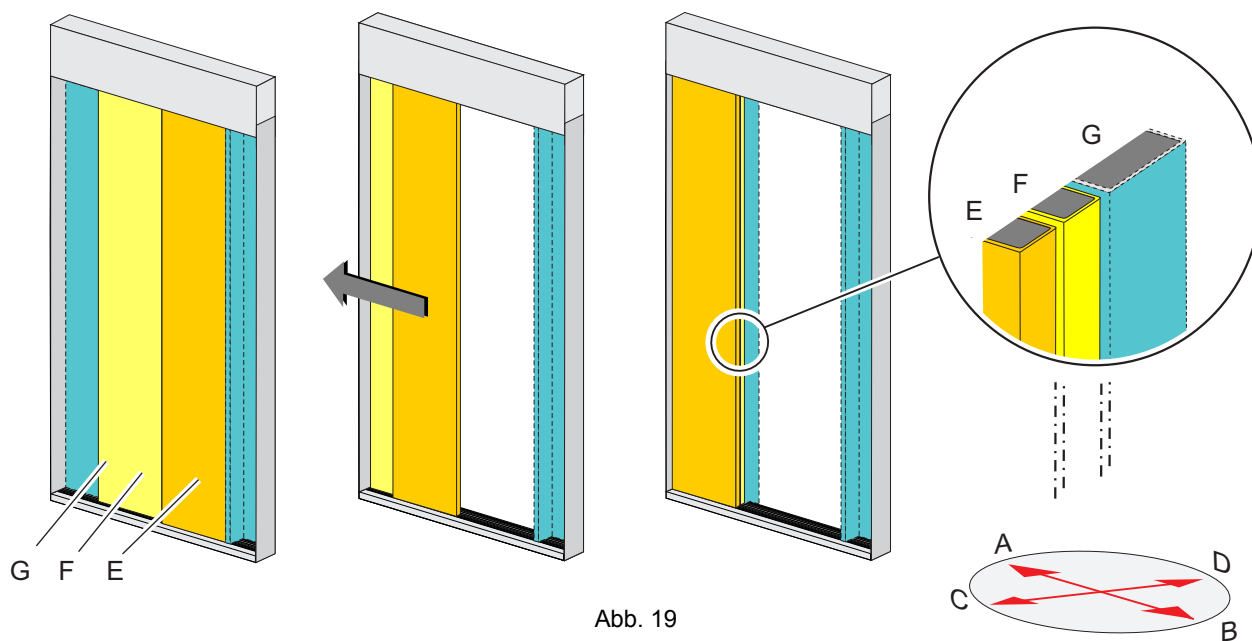

Abb. 19
- Langsames Türblatt (F) (näher zur Kabine positioniertes) auf die Führungsrolle (22) der Schwelle setzen und oben mit den Augenschrauben (15) einhängen und befestigen
- Schiebetür öffnen und sicherstellen, dass das Türblatt (F) auf die gesamte Höhe und Breite winklig zum Einzug (G) ausgerichtet ist (siehe Abb. 19)